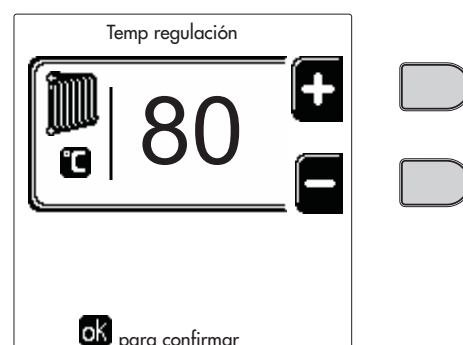

fig. 14
- **ON**. Ante una demanda de calefacción/ACS, la caldera funciona a la temperatura de regulación de la calefacción/ACS (fig. 14/fig. 16) programada.
- Ante una demanda de calefacción/ACS, la caldera funciona a la temperatura de regulación reducida. La temperatura reducida se obtiene restando la temperatura de regulación de la reducción (fig. 15/fig. 17) a la temperatura de regulación de la calefacción/ACS (fig. 14/fig. 16) programada.